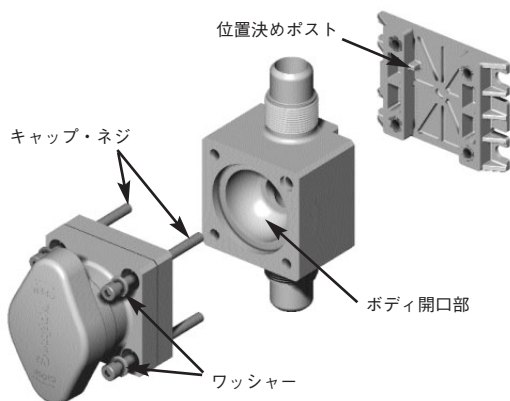

図 10
- 取り付け用プレートにボディを置きます。その際に、バルブ・ボディの底部にある溝を取り付け用プレート上の位置決めポストに合わせます(図10)。
- アクチュエーター・ハウジングをバルブ・ボディの上に置き、ダイヤフラムをボディ開口部に着座させます(図10)。